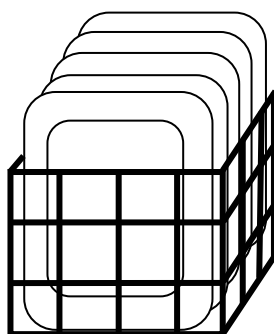

Figura 4
4. Si se implementa placas de tratamiento, asegúrese de acomodar los artículos según se muestra en la Figura 4.